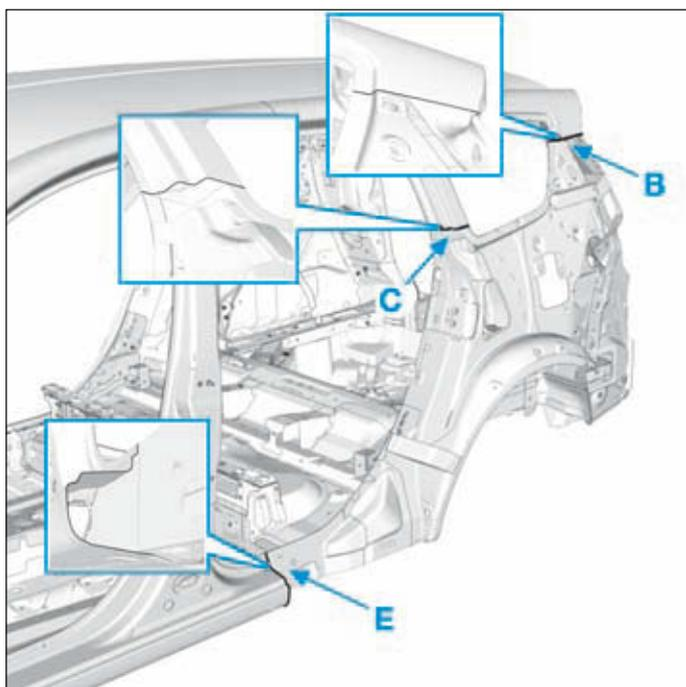

FIG.124
- Tenir compte du détail de coupe (Fig.124).